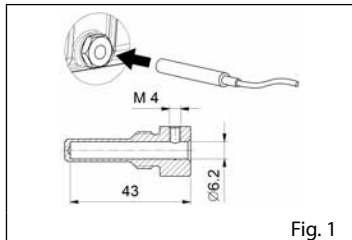

Fig. 1
- 4.8 **Förbered en temperaturgivare på pumpen inuti oljetappningspluggen** (fig. 1) eller direkt i kontakt med smörjoljan (ersätt den med oljeavtappningspluggen) och anslut den till systemet på ett sådant sätt att det signalerar och blockerar pumpen vid temperaturhöjning utöver de gränser som anges i bruks- och underhållsmanualen eller i den tekniska datahäftet (om sådan finns). Denna apparat måste monteras på kundens ansvar av specialiserad personal och enligt gällande föreskrifter.
- 4.8 Forbered en temperaturføler på pumpen inde i olieaftappingsproppen (fig.1) eller direkte i kontakt med smøreolien (erstat den med olieaftappingsproppen) og tilslut den til systemet på en sådan måde, at den signalerer og blokerer pumpen i tilfælde af temperaturstigning ud over grænserne angivet i brugs- og vedligeholdelsesmanualen eller i det tekniske datahæfte (hvis det findes). Dette udstyr skal samles af kunden, af sagkyndigt personale og i overensstemmelse med de gældende regler.